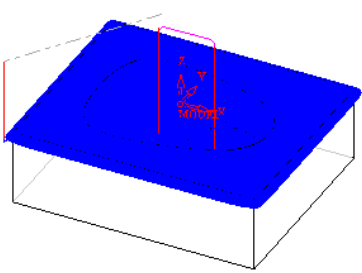

图 3-165 生成的刀具路径（3）
6) 计算刀具路径。完成参数设置后，单击“NC Process Manager”对话框中的保存并计算按钮, 运算当前加工程序, 此时图形区显示的刀具路径如图 3-165 所示。